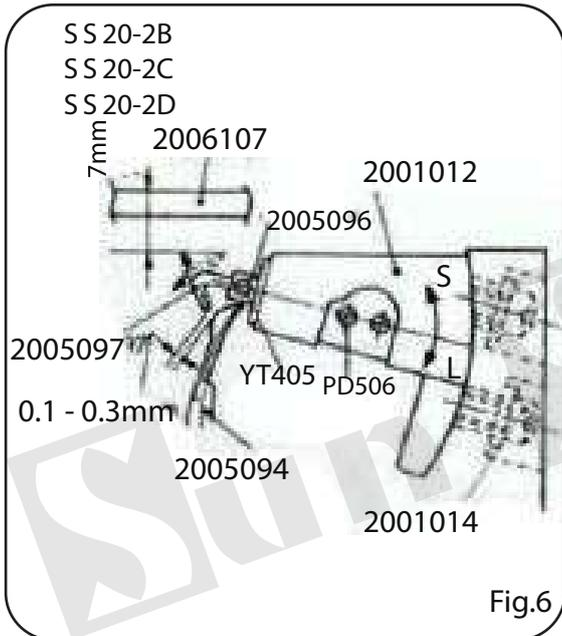

Fig.6
(2) Gire no sentido horário o volante para ver o ponto do looper superior que se move para a direita e looper superior . A folga entre a laçadeira superior deve ser de 0 a 0,1 milímetros, conforme mostrado na fgura 5. Para ajustar, soltar o parafuso de ajuste (2001014) de rolamento do eixo looper (2.001.012). Fig6, e mover-se na direção do rolamento de S para diminuir, e em direção de L para aumentar. Após o ajuste, aperte parafusos. Gire a polia para aumentar, após o ajuste, aperte os parafusos. Gire no sentido horário a polia até looper superior na posição mais avançada. A folga entre a agulha e laçadeira superior deve ser de 0 a 0,3 milímetros, conforme laçadeira que superior se move para a direita, como mostrado na Fig5-b. Cuidado:
Retentor (2005097) mantém linha de baixo de modo looper inferior (2005094) pode entrar no laço da linha superior com facilidade. Deve ser 7 milímetros abaixo da superfície da chapa (2.006.107), mostrado Fig.6, quando está na posição mais apertada. Para ajustar, soltar o parafuso de ajuste quando está em posição mais vertical. Para ajustar, soltar o parafuso de ajuste (PD506) da alavanca do espalhador (2.005.095) e vire eixo da alavanca do espalhador (2.005.096), Mova para a parte inferior do looper ainda mais para a direita, e ver que retentor vai para baixo, para parte menor quando o looper cruza o retentor. A folga inferior do looper e a linha de retenção deve ser de 0,1 a 0,3 milímetros. Para ajustar, soltar o parafuso de ajuste (YT405) do eixo da alavanca espalhador (2005096) e mova retentor de forma adequada.